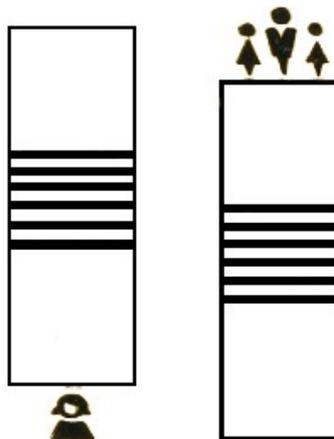

Рис. 8
- Объектив киносъемочных аппаратов фокусируется по символам (рис. 8), что позволяет производить съемку с достаточной резкостью в большом интервале дистанций.